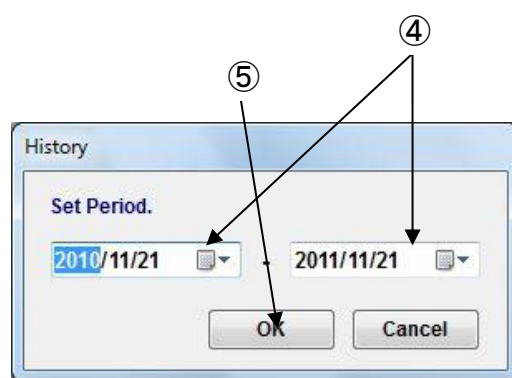

図 10-3 Period Setting ダイアログ
- (3) [Period] を選択すると“Period Setting ダイアログ”(Fig.10-3)が表示されます。
- (4) 日付を入力または [▼] ボタンをクリックするとカレンダーが表示されますので日付を選択し変更してください。
- (5) [OK] を選択してください。
- (6) 更新された日付にて全消耗品データが再表示されます。
- (7) 部品検索には"Code Search"機能または"Filter"機能をご使用ください。(18 章参照)
- (8) 選択一覧より [order]を選択してください。